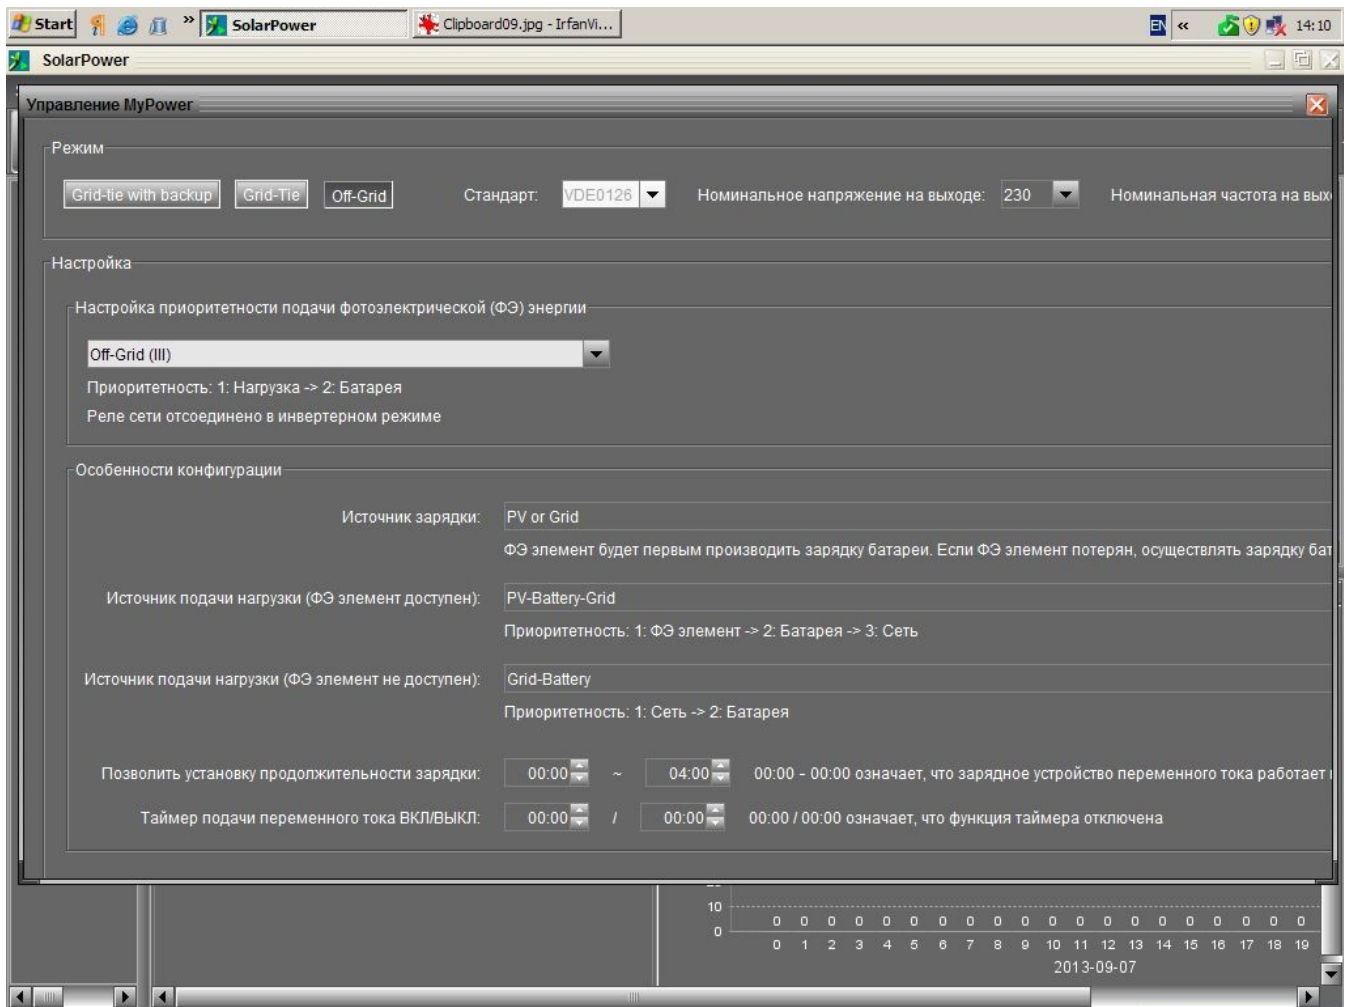

Рис. 11-8. Режим Off-grid (III)
- **Off-grid (III)** (см. рис. 11-8)